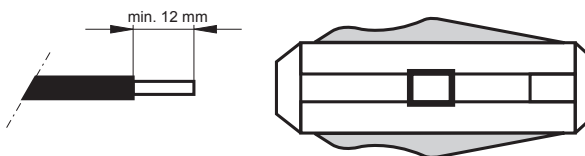

Bild 3 Abisolierer
- Das 2,2 mm LWL-Kabel (POF) ist auf mindestens 12 mm abzumanteln (s. Bild 3).